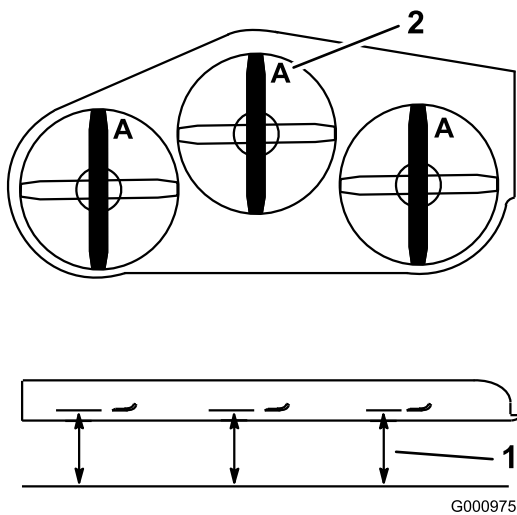

Figure 97
4. Mesurez la distance entre la surface plane et le tranchant (position **A**) des lames (Figure 97).